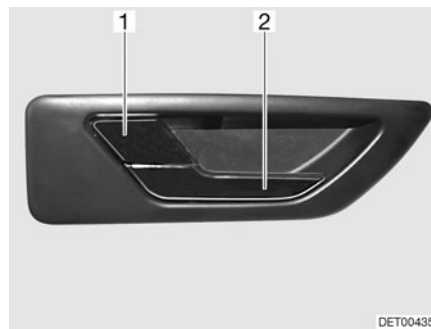

Fig. 36 Cerradura de la puerta del conductor, en el interior
- Tirar del tirador (Fig. 36,2). Se desbloqueó la cerradura de la puerta. La palanca de retención (Fig. 36,1) salta hacia fuera automáticamente.
- Presionar la palanca de retención (Fig. 36,1).